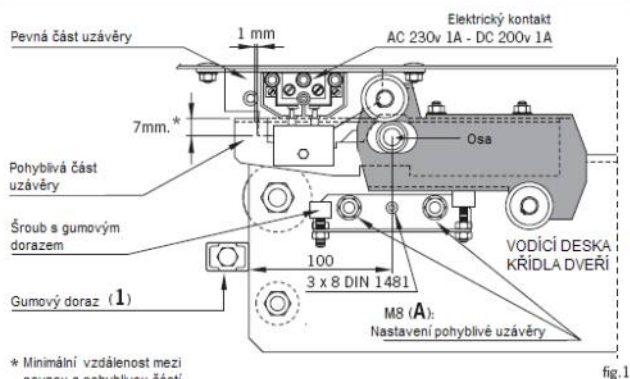

fig.1
- 1° Povolte šrouby A a nastavte střed osy pohyblivé uzávěry 100mm od kraje vodící desky křídla dveří. Když je vodící deska křídla dveří doražena na gumový doraz, zkontrolujte, zda je vůle mezi pevnou a pohyblivou částí uzávěry 1mm (fig. 1, 2 a 3.).